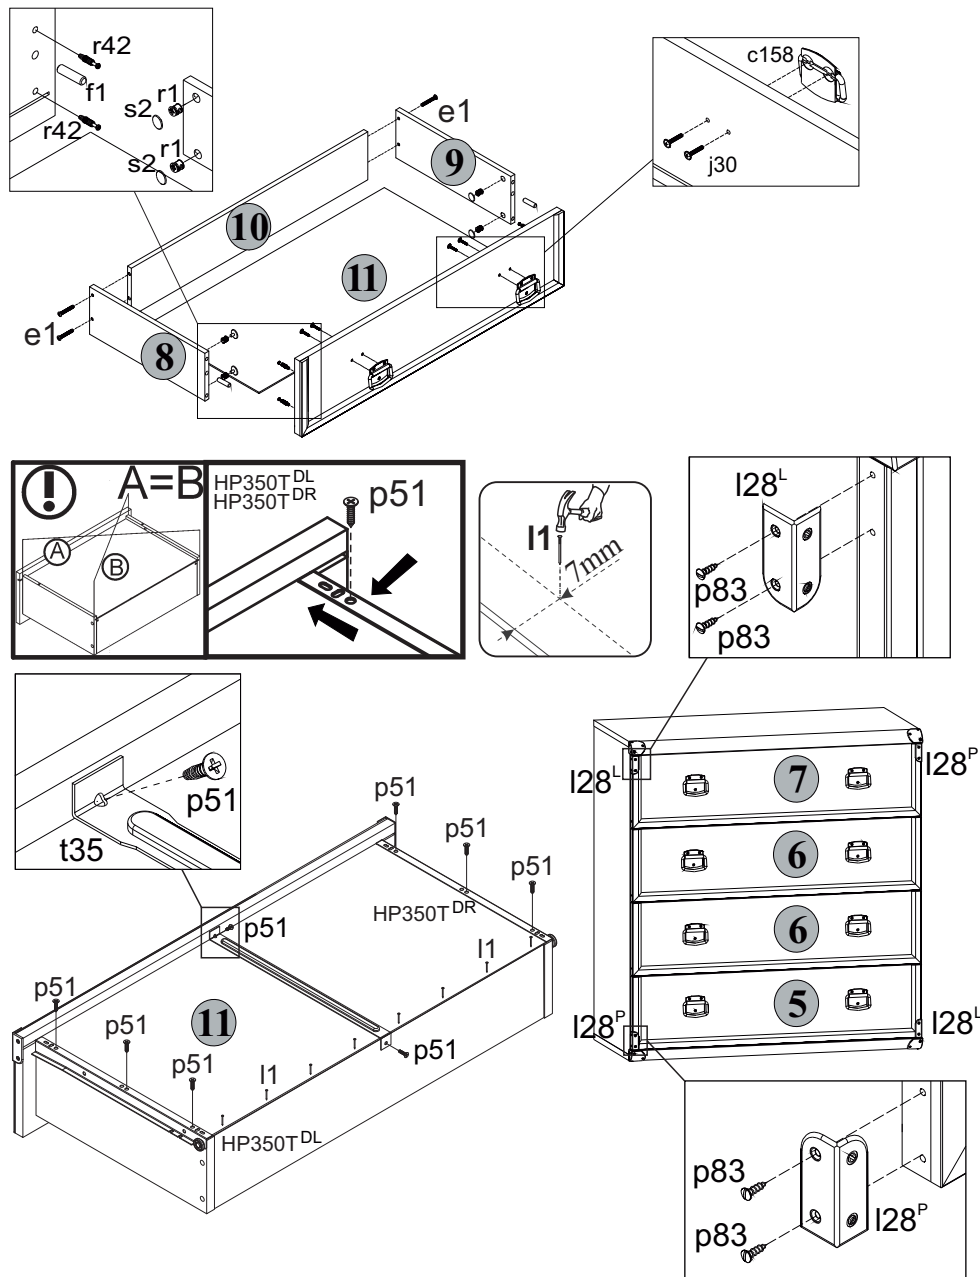

Рис. 3
5.12 В отверстия диаметром **8 мм** на передних кромках стенок боковых **8 и 9** корпусов выдвижных ящиков вбить деревянные шканты **f1** (**см.рис.3**).
5.13 В отверстия диаметром **15 мм** на внутренних поверхностях стенок боковых **8 и 9** корпусов выдвижных ящиков вставить стяжки эксцентриковые **r1** (**см.рис.3**).
5.14 В отверстия диаметром **5 мм** на внутренних поверхностях панелей передних **5, 6 и 7** ящиков выдвижных с помощью крестообразной отвертки вкрутить винты стяжки **g42** (**см.рис.3**).
5.16 Соединить панели передние **5, 6 и 7** с корпусом ящика выдвижного и затянуть стяжки эксцентриковые **r1**, пользуясь специальным ключом **z1**. Закрепить стяжки эксцентриковые заглушками **s2** (**см.рис.3**).